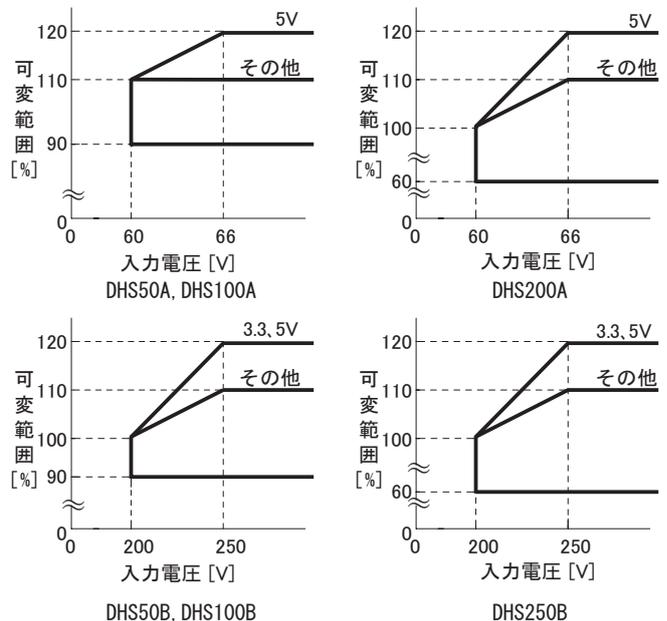

図3.4 出力電圧可変
- 入力電圧範囲がDC60 ~ 66V、DC200 ~ 250Vの場合、出力電圧範囲は図3.4のようになります。